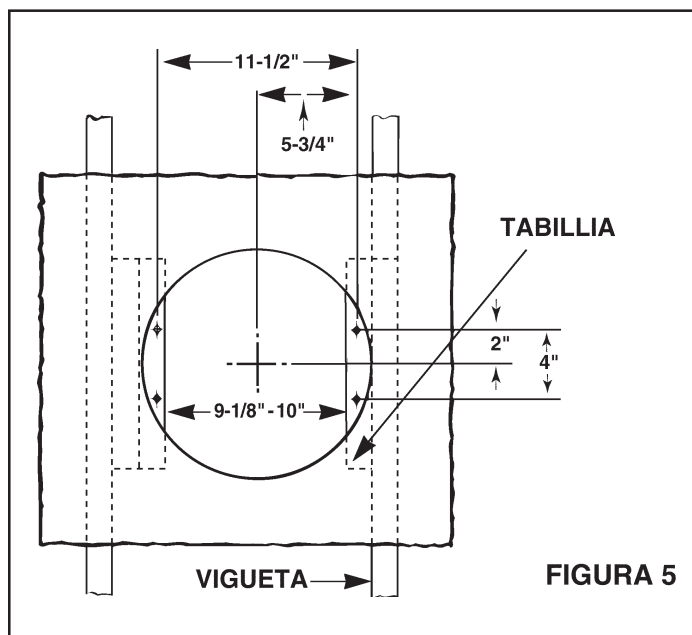

FIGURA 5
7. Refiérase a la Figura 5. Instale tabilllas de 2 x 4 a ambas viguetas del techo. En algunos casos puede ser necesario utilizar más de una sola tabillla en un lado. La distancia entre las tabilllas debe ser al menos de 9-1/8" pero no más de 10".